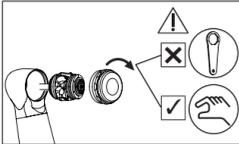

図 35
- 5 新しいカートリッジをヘッドに挿入します（図 35）。
- ・ヘッドキャップのねじは軽く手で締めてから最後にゆるまないようにレンチで締め付けてください（図 35）。